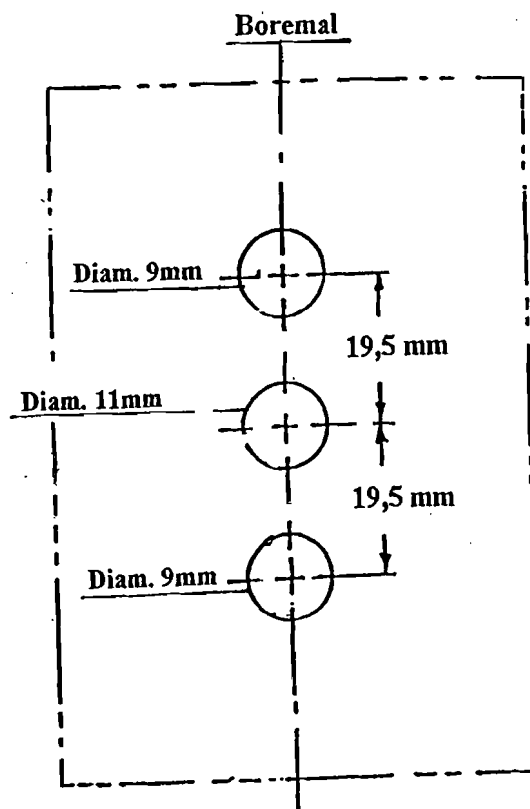

Fig. 1
- 1) Bor 3 stk hull i et av de vertikale ramtreene på 2. seksjon med diam. 11 mm og 9 mm slik boremalen viser på fig. 1. **Bor fra utsiden!**